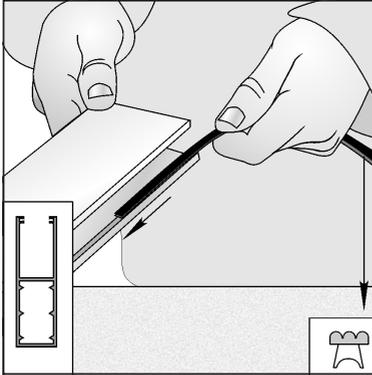

Abb. 05
- Befestigung der Dichtungseinlagen an den Führungsschienen (Abb. 05, 06);